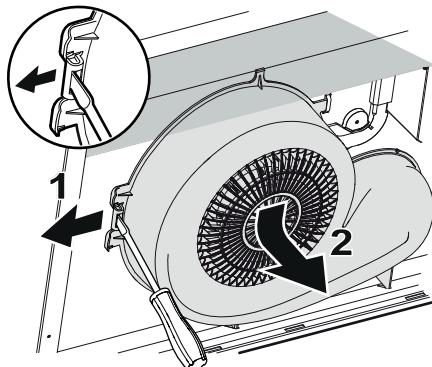

Fig. 4
Løsne ventilatorhuset ved å bøye ut klippen i pilretningen (1) og trykke ventilatorhuset fra deg og nedover (2),Fig. 4.